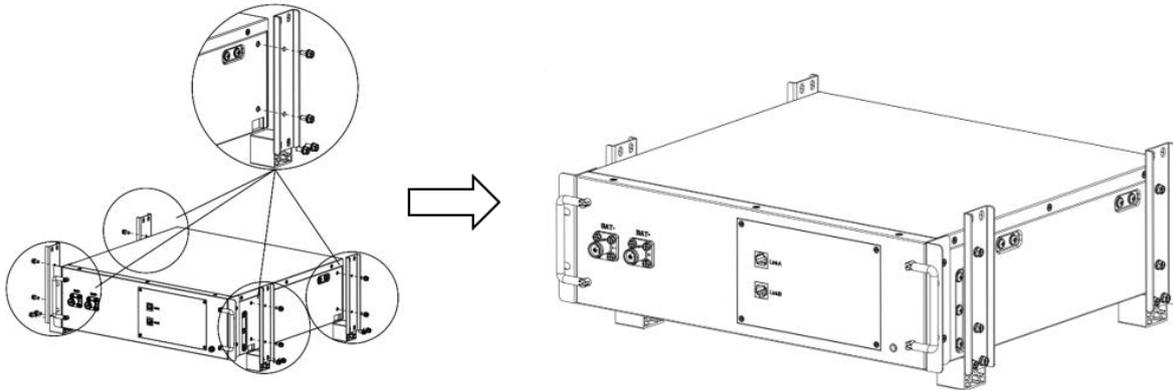

Abbildung 3.2 Montieren Sie die Grundhalterung an der Batteriebox
(1) Nehmen Sie die oben montierte Grundhalterung und befestigen Sie sie mit 2 Schrauben M5*12 an der Seite der Box.
(2) Montieren Sie 4 Sätze Basishalterungen zu einer Box, was insgesamt 8 Schrauben für eine Box verbraucht (Abb.3.2, 3.3).